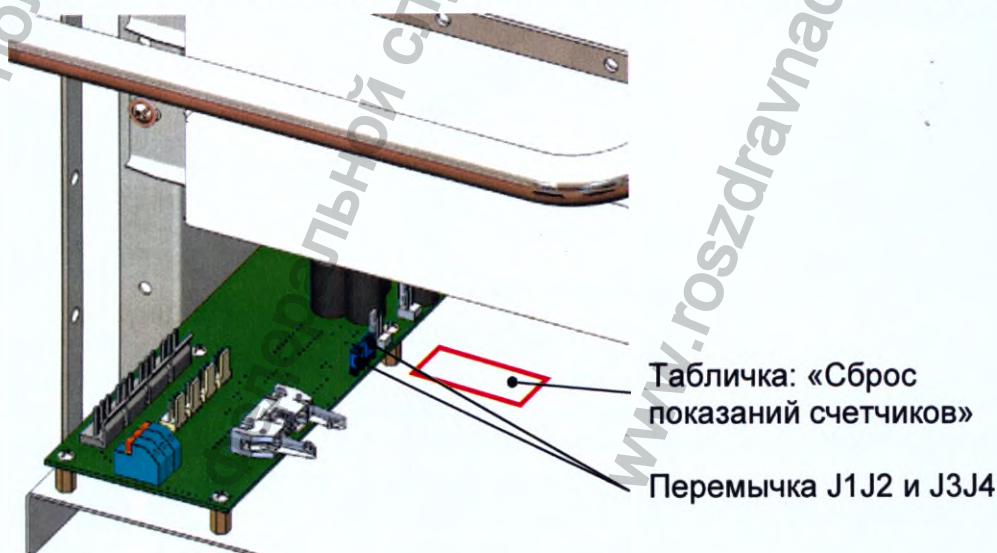

Рис. 29. Плата управления.
- Снять две перемычки J1J2 и J3J4, расположенные на плате управления рис.29.
- Установить переключки J1J2 и J3J4 на место (рис. 29).